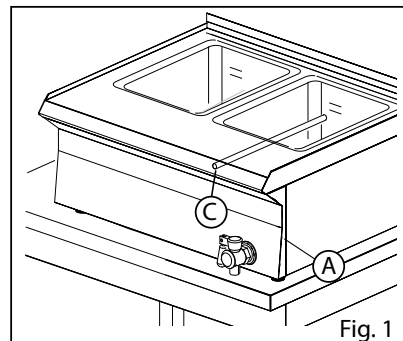

Fig. 1
- Fermer le robinet d'interception en amont de l'équipement (Fig. 1) ;
- Fermer le robinet d'interception en amont de l'équipement (Fig. 1).
- Remplacer l'injecteur pilote (Fig. 1) par celui qui correspond au gaz choisi suivant ce qui est reporté dans le Tableau de référence.
- Remplacer l'injecteur (Fig. 1) par celui qui correspond au gaz choisi suivant ce qui est reporté dans le Tableau de référence.
1. Démontez le tableau de bord et les poignées (Fig. 1/A)
- Retirer le bulbe de la vanne de la cuve (Fig. 1/C)
- Faire glisser le bulbe de la cuve (Fig. 1/C + 5/A).